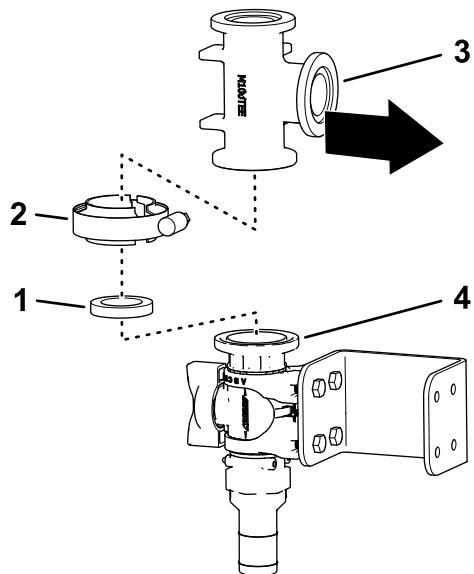
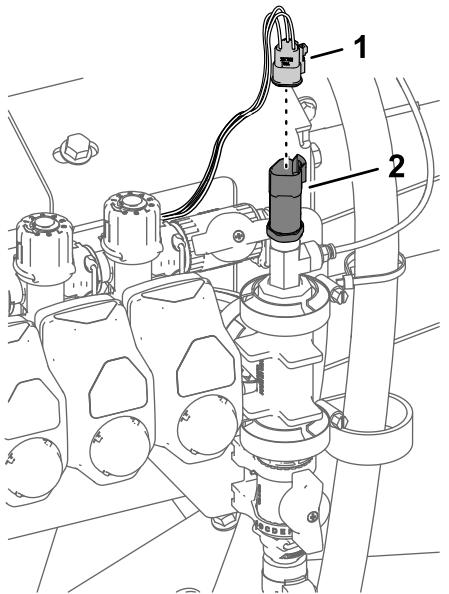

Bild 42
**Bild 45**
- 6. Fluchten Sie den Flansch des T-Anschlussstücks mit dem Flansch des Regelventils aus, wie in Bild 42 abgebildet.
- 7. Befestigen Sie das T-Anschlussstück mit einer Dichtung und Flanschklemme lose am Regelventil (Bild 42).
Verteilerbefestigung (Bild 45); ziehen Sie die Schrauben mit 10–12 N·m an.
3. Ziehen Sie die Flanschklemme, mit der das Regelventil und das T-Anschlussstück (Bild 42) befestigt sind, und die Flanschklemme, mit der das T-Anschlussstück am 90°-Anschlussstück befestigt ist, mit der Hand an (Bild 45).